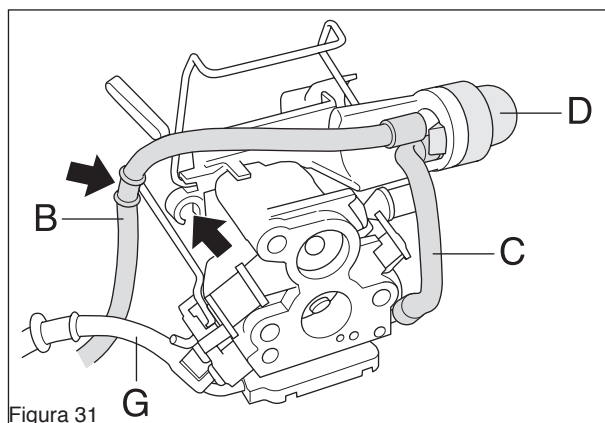

Figura 31
4. Retire la manguera de retorno (B) y la manguera de aspiración (C). Suelte la bomba de combustible (D). Deje la manguera de combustible (G) en su sitio. (Ver la figura 31).